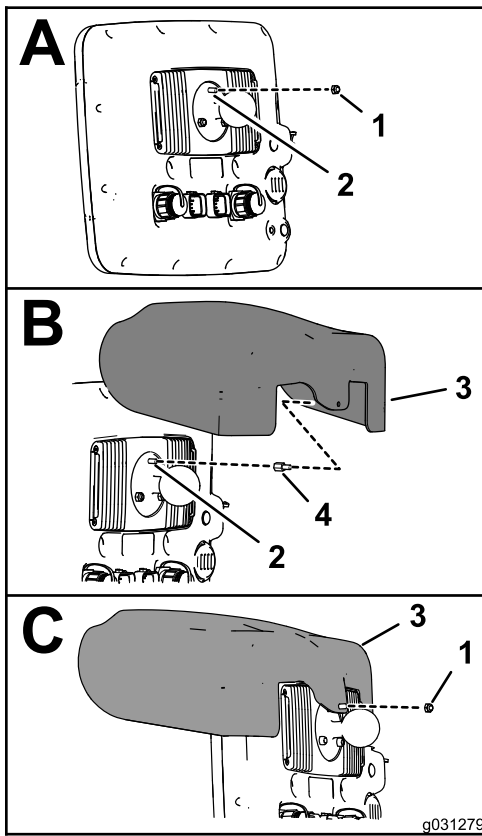

図 149
- 1. スプレーヤ用モニタの裏側で、2つのコネクタ26ピンを下側に向けた時に上側になる 5mm のロックナットボールピボットフィッティング用のスタッドについているを外す 図 149。
3. ボールピボットのフィッティングにスタンドオフを取り付け 図 149、スタンドオフを 250N·cm0.25kg.m = 22in-lb にトルク締めする。
5. ねじ山付きスタンドオフのスタッド部分に、フードの穴を合わせる 図 149。
6. フードを固定する 図 149 ステップ 1 で外したロックナット5mmを使用する。